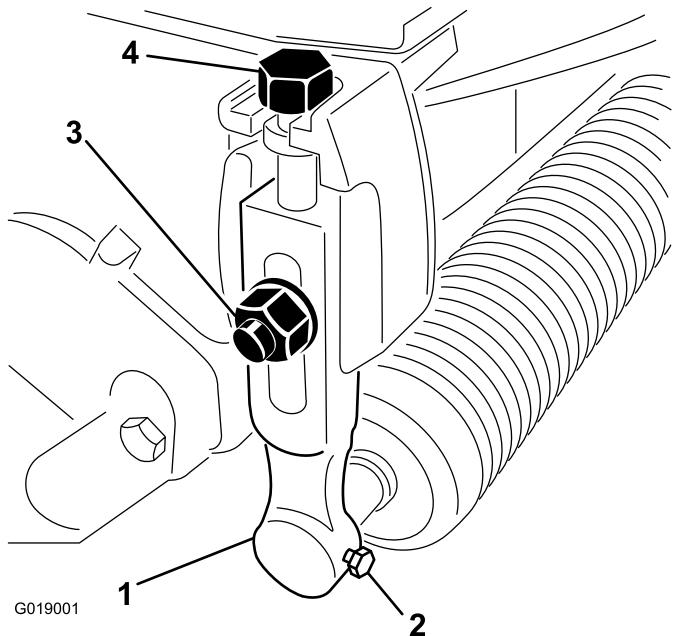

Figura 1
2. Afloje los tornillos que sujetan cada extremo del rodillo delantero a los brazos de ajuste de la altura de corte (Figura 1).
3. Retire los pernos avellanados, las arandelas y las contratuerzas que sujetan los brazos de ajuste de la altura de corte a cada extremo de la unidad de corte (Figura 1). Retire los brazos de ajuste de la altura de corte y el conjunto del rodillo.
4. Retire los tornillos de ajuste de la altura de corte de los brazos de ajuste de la altura de corte (Figura 1).